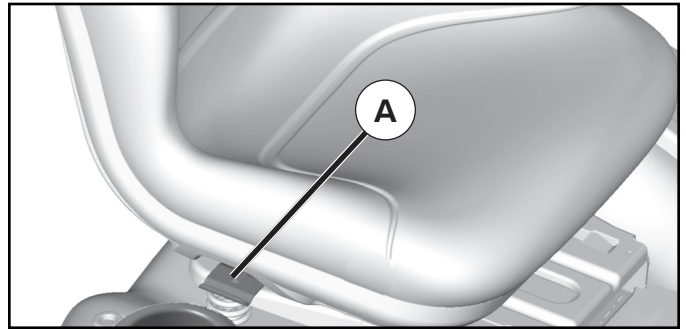

Fig. 2
### ADJUST SEAT (See Fig. 2)
1. **SET PARKING BRAKE LEVER AND LOWER ATTACHMENT LIFT LEVER (See Fig. 2 and 3)**